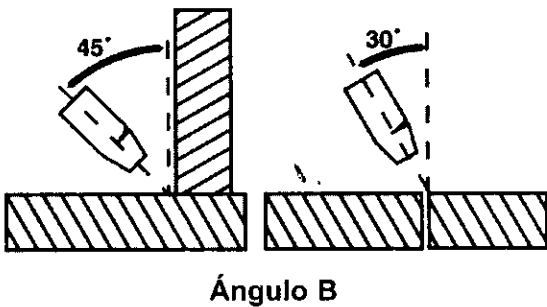

Figura 10. Posición de la pistola, Ángulo B
- El ángulo B (Figura 10) puede variarse por dos razones: para ver mejor el arco en relación al charco de soldadura fundida y para dirigir la fuerza del arco.
1. **CORDÓN DE REFUERZO** (Figura 10) se hace desplazando la pistola en línea recta con el alambre y la boquilla centrados sobre la junta que se suelda. Este es el tipo más fácil de cordón.